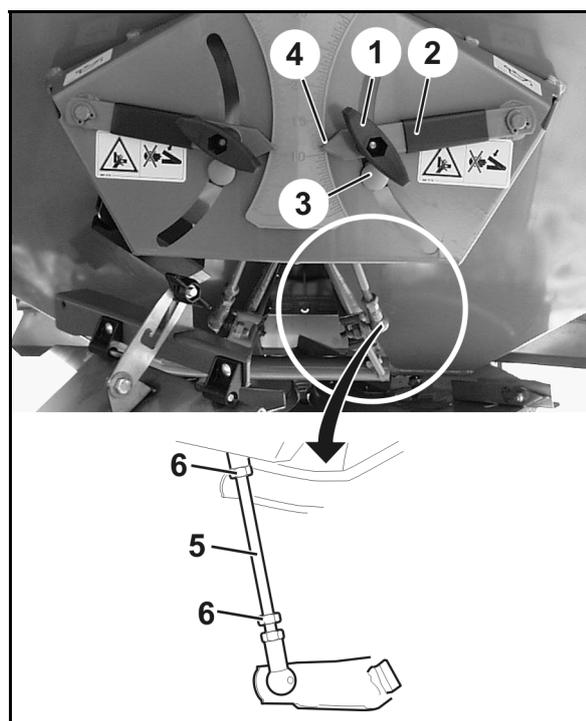

Fig. 100
Si ce n'est pas le cas, modifiez la position de la butée (Fig. 100/3) en tournant les tiges de raccordement (Fig. 100/5) correspondantes :
6. Desserrez les contre-écrous (Fig. 100/6) des tiges de raccordement (Fig. 100/5).
7. Tournez les tiges de raccordement jusqu'à ce que la butée (Fig. 100/3) soit adjacente au levier de réglage (Fig. 100/2).